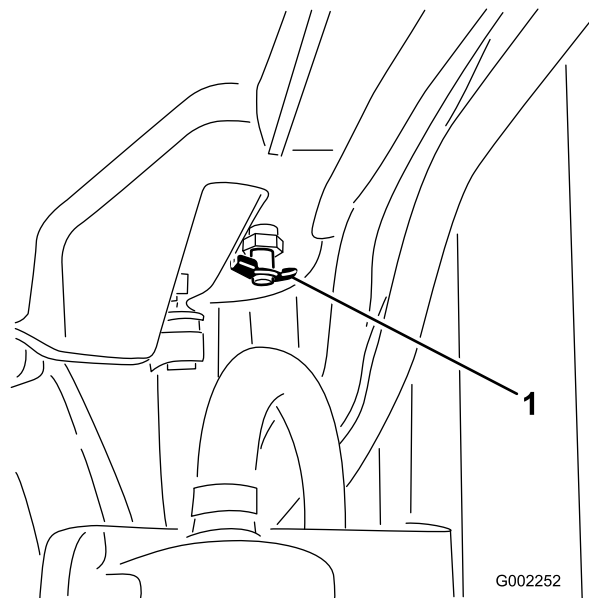

Figura 86
- Aprite la valvola di spurgo e spurgate il refrigerante nella bacinella (Figura 86).
- Toglie il tappo del radiatore (Figura 86).
- Una volta riscaldato il refrigerante, rabboccate il livello del refrigerante alla superficie di tenuta del tappo e serrate il tappo (Figura 86).
- Aprite il tappo del vaso di espansione e riempite il vaso con refrigerante fino al livello Freddo (Figura 86).